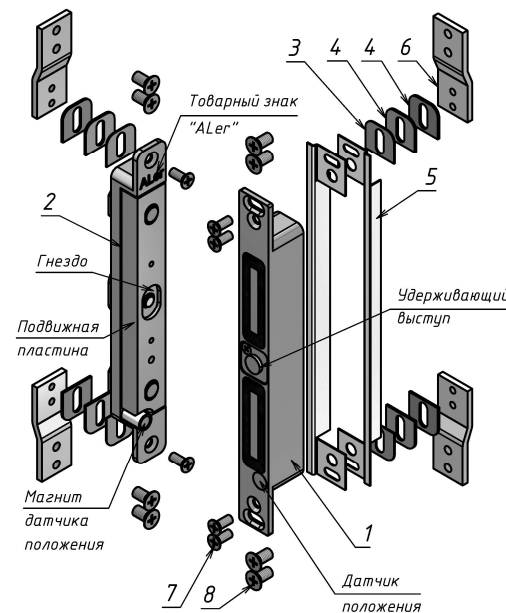

Рисунок 1- Комплект поставки замка AL-250SM
5.1 Замок состоит из корпусной и якорной частей. Корпусная часть монтируется в дверной коробке, якорная часть - в двери. При закрытии двери подвижная пластина якорной части притягивается к рабочей поверхности корпусной части, при этом удерживающий выступ на корпусной части входит в соответствующее гнездо пластины якоря и блокирует дверь (рисунок 1). При снятии напряжения питания замок разблокируется, что приводит к отпиранию двери.
5.2 Датчик положения, расположенный на фланце корпуса, и магнит датчика положения, расположенный в якорной части (рисунок 1), используются для управления внутренней электронной схемой замка и определяют режимы «ПОДБРОС» и «УДЕРЖАНИЕ». При закрывании двери по сигналу датчика положения выполняется включение обмоток замка большим током намагничивания. Тем самым реализуется режим активного притягивания («подброс») якоря. Режим «ПОДБРОС» длится от 1 до 4 секунд, после чего происходит переключение в режим «УДЕРЖАНИЕ», при котором замок находится в заблокированном положении с пониженным током потребления.
6.4 Для монтажа корпусной части в дверной коробке подготавливается аналогичное гнездо напротив гнезда в двери. Корпусная часть замка ориентируется относительно якорной части по датчику положения на фланце замка. Датчик положения на корпусе должен находиться напротив магнита на якорной части (рисунок 1).